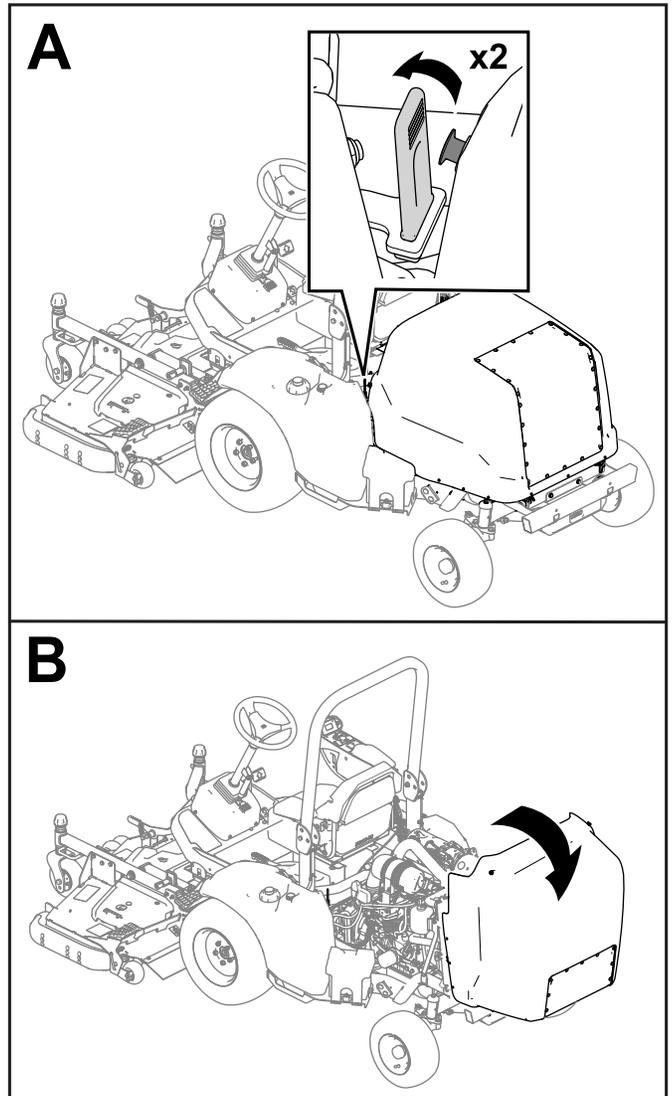

図 46
1. 機体両側でストラップを外す 図 46。
2. フードを上げる 図 46。